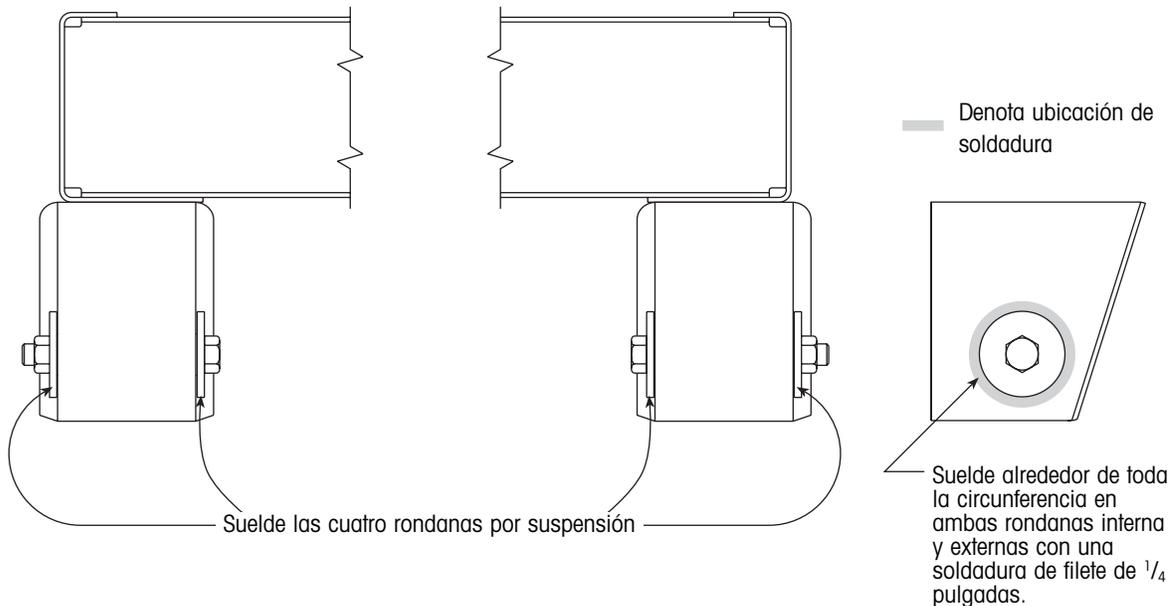

Figura 24. Ubicación de soldadura en rondana soldable
6. Suelde alrededor de las rondanas internas y externas en cada lado del eje con una soldadura de filete de $\frac{1}{4}$ " (figura 24).